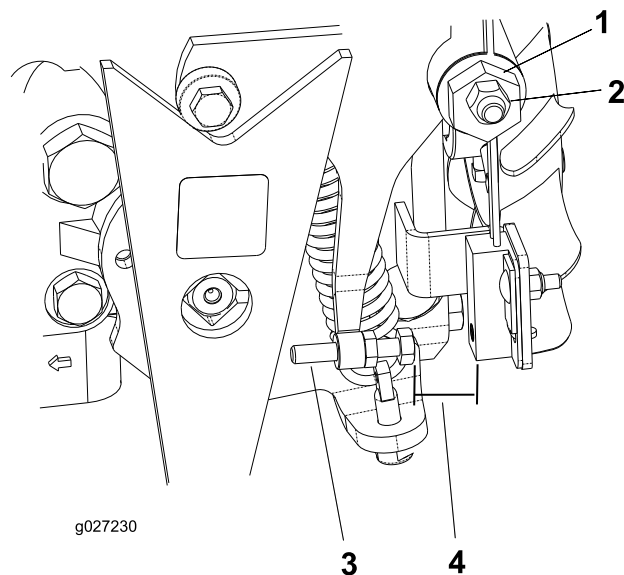

Figura 36
4. Allentate il dado di bloccaggio sulla camma di regolazione della trazione (Figura 36).
5. Avviate il motore e girate in entrambe le direzioni l'esagono della camma (Figura 36) per stabilire la posizione centrale del range di folle.
3. Regolate la vite fino a ottenere un traferro di 0,8–2,3 mm; fate riferimento a Figura 36.